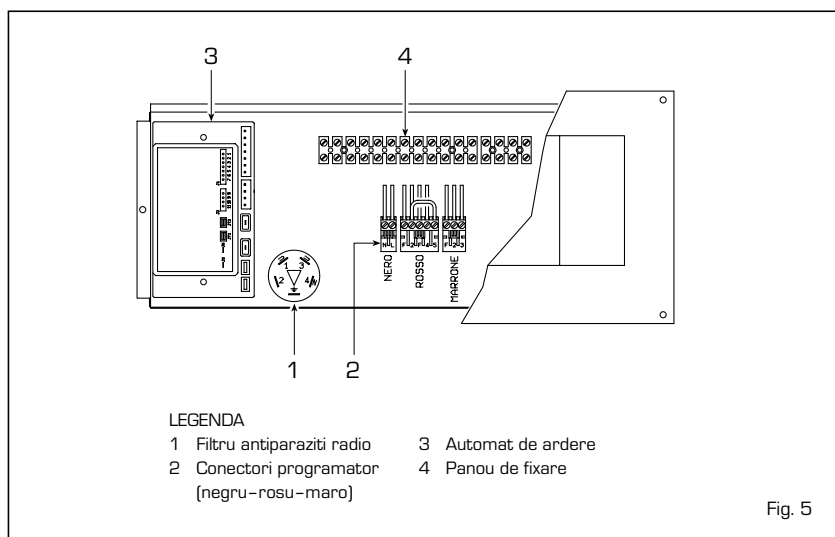
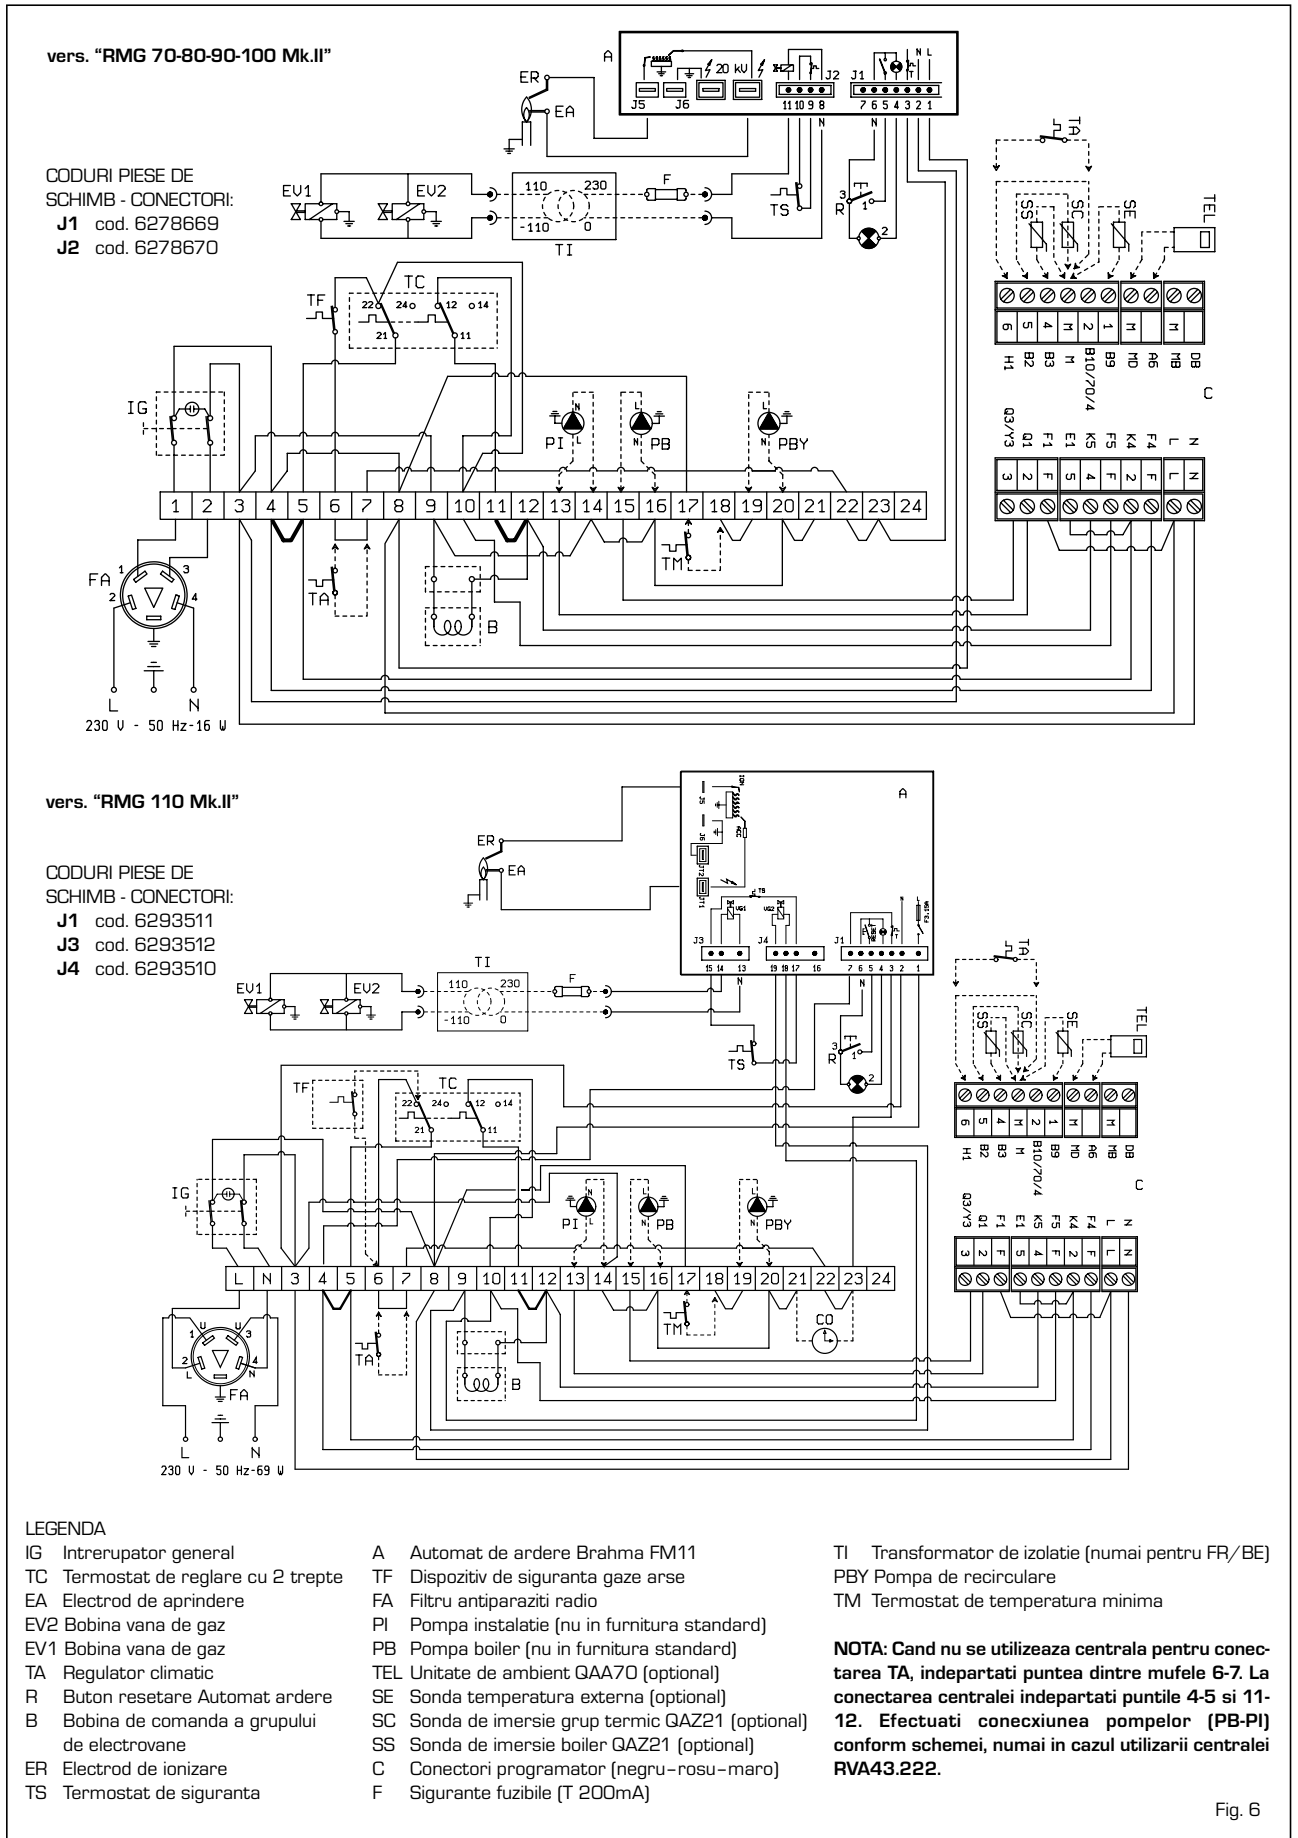
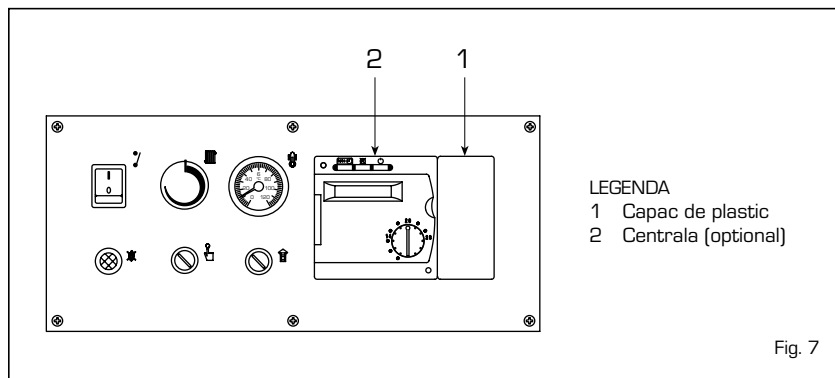

Fig. 5
Fig. 6
Fig. 7
În circuitul electric exista o serie de conectori pentru instalarea unei centrale electrice optionale, marcati in culori diferite: negru, rosu si maro (fig. 5). Conectorii sunt polarizati astfel incat nu e posibila inversarea ordinii de conectare. Pentru instalarea centralei electrice e, asadar, necesara legarea respectivilor conectori si scoaterea din panoul de fixare a puntilor 4-5 si 11-12 (marcate cu linii ingrosate in schema de la fig. 6). Centrala permite, de asemenea, utilizarea de sonde si de unitati ambientale, ai caror conectori, polarizati si colorati, se gasesc intr-un saculet în interiorul tabloului de comanda.
Toate funcțiile grupului termic pot fi coordonate de centrala cod. 8096303, dotată cu sonda pentru temperatura externă (SE) și sonda pentru imersie grup termic (SG) (fig. 7). Centrala prevede introducerea unei alte serii de conectori de joasă tensiune pentru conectarea sondelor și a unităților ambient (conectorii se găsesc într-un saculeț, în interiorul tabloului de comandă). Sfera sondei eventualului boiler extern (SS) opțional, cod. 6277110, trebuie să fie introdusă în membrana boilerului iar cea a sondei grupului termic (SC), în membrana grupului termic. Pentru montarea sondei pentru temperatura externă urmați instrucțiunile incluse în ambalajul sondei. Pentru efectuarea legăturilor electrice urmați indicațiile schemei de la fig. 6.